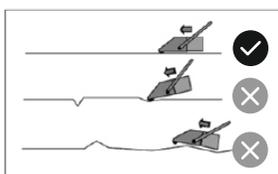

Рис. 8
6. Поверхность должна быть достаточно ровной, без углублений (рис. 8).